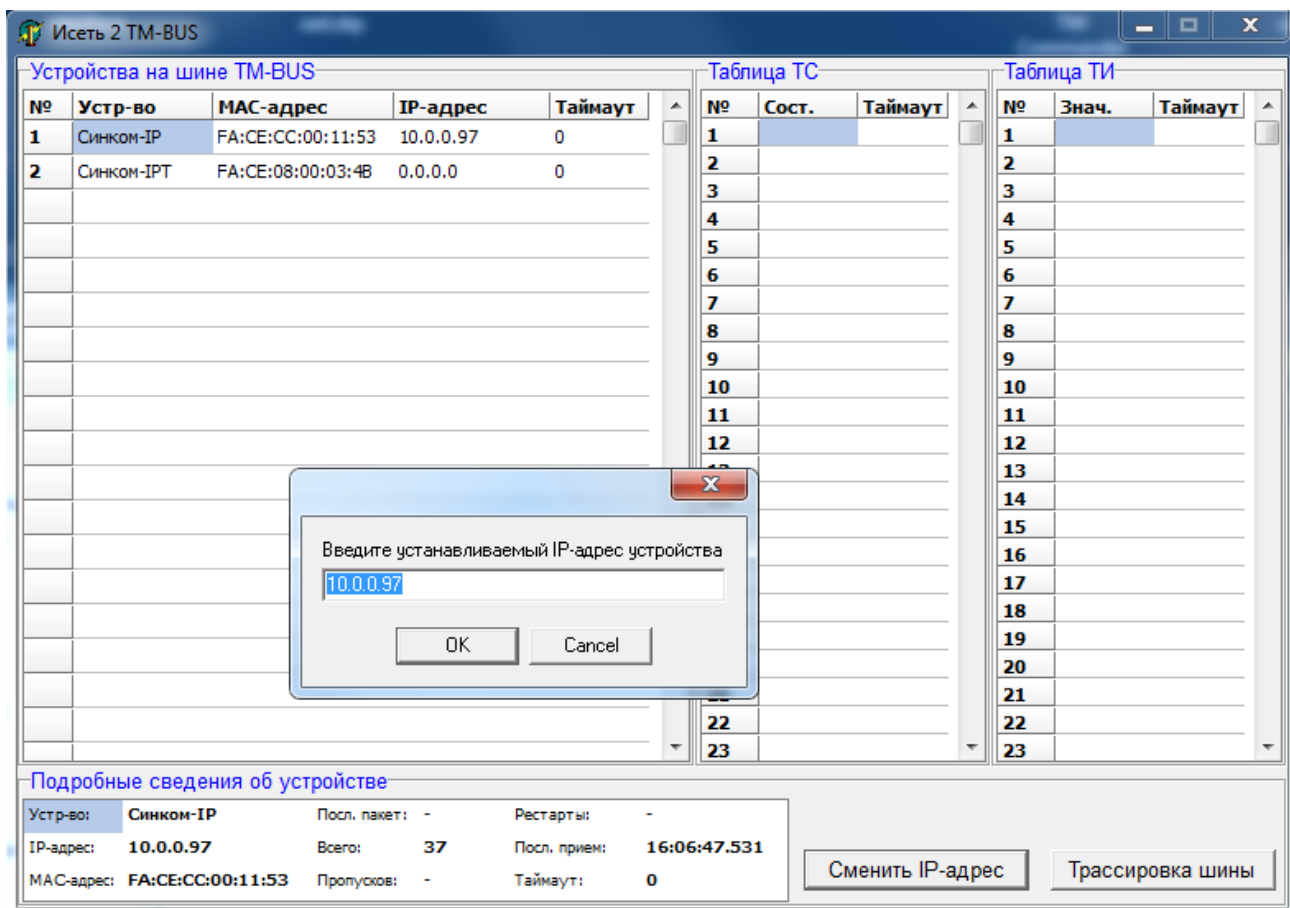

Рис. 7 Интерфейс программы Iset2Bus.exe
- 1) Запустить программу Iset2Bus.exe (см. Рис. 7).